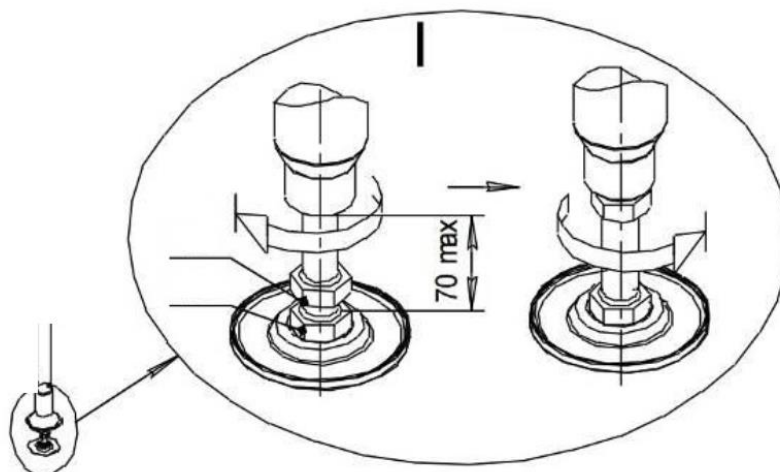

Rys.6
5.5.8 Połącz konstrukcję z drabinką gimnastyczną wg rys. 6..